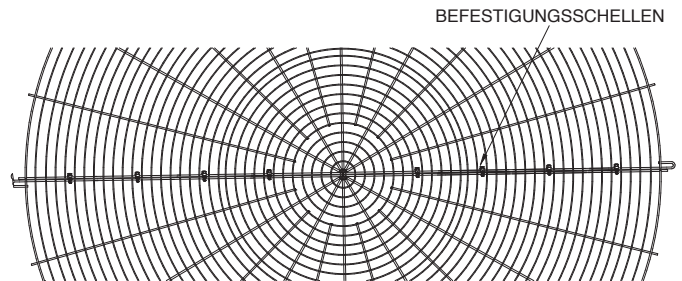
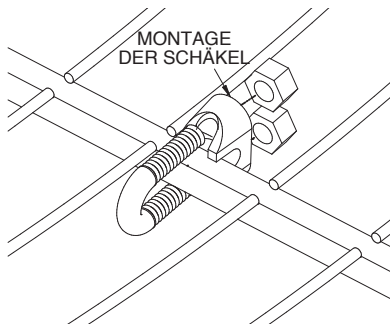

Abb. 12 – Abstand der Befestigungsschellen
Abb. 11 – Anbringen der Schellen
1. Legen Sie beiden Hälften des Schutzgitters oben auf den Boden. Verbinden Sie die beiden Gitterhälften mit den Schellen (wie in Abb. 11 dargestellt). An jeder Seite des Schutzgitters sollten vier Schellen angebracht werden. Verteilen Sie die Schellen gleichmäßig entlang des Radius des Schutzgitters (siehe Abb. 12).